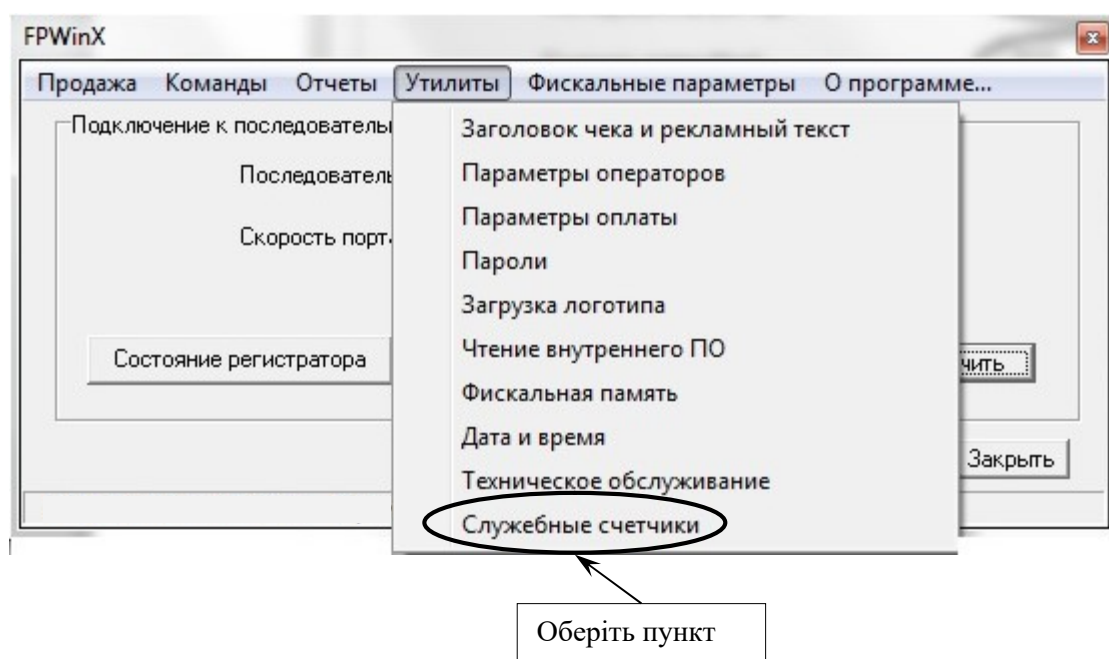

Рисунок 36
- у вікні програми обрати закладку «Утилиты», далі у випадаючому меню обрати пункт «Служебные счетчики» (рисунок 36);